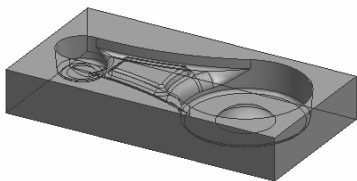

图 3-90 拾取的加工对象
1) 完成加工参数设置后,单击“确定”按钮,系统在界面的左下方提示“拾取加工对象”,单击轮廓拾取整个实体为加工对象,如图 3-90 所示。单击右键结束拾取。